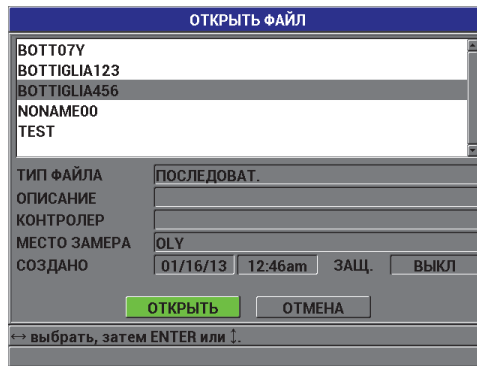

Рис. 7-9 Открытие файла
2. В окне **ОТКРЫТЬ ФАЙЛ** (см. Рис. 7-9 на стр. 128) выберите из списка нужный файл и нажмите [ENTER].